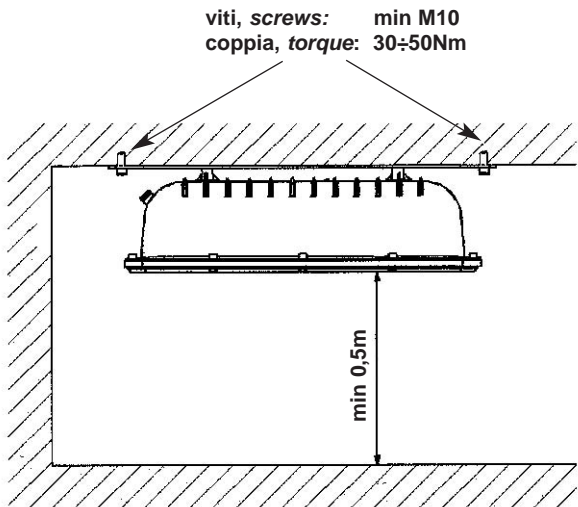

Fig. 1
- Nell'uso dell'apparecchio, assicurarsi che la distanza tra la lampada e l'oggetto illuminato **non sia inferiore a 0,5 m** (Fig.1).
Fissare la staffa di supporto del proiettore mediante n°2 viti M10 posizionate nei due fori estremi (Fig.1).